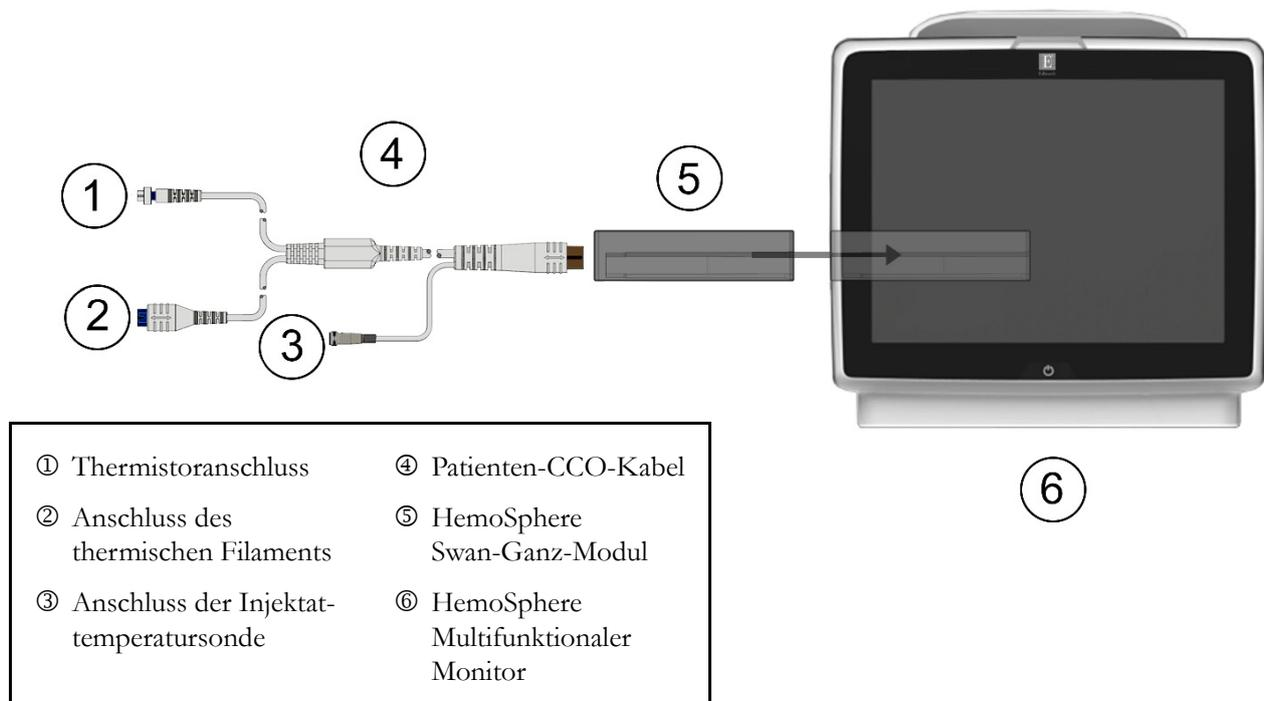

Abbildung 4-1 HemoSphere Swan-Ganz-Modul – Übersicht der Anschlüsse zur Überwachung
Eine Übersicht über die Anschlüsse zur Überwachung mit dem HemoSphere Swan-Ganz-Modul finden Sie in Abbildung 4-1.
- 10 Verbinden Sie den Thermistoranschluss ① und den Anschluss des thermischen Filaments ② des Swan-Ganz CCO-Katheters (Abbildung 4-1) mit dem Patienten-CCO-Kabel.
- 10 Verbinden Sie den Thermistoranschluss des Swan-Ganz-Katheters (①, Abbildung 4-1) mit dem Patienten-CCO-Kabel.
- 11 Schließen Sie die Injektattemperatursonde an den Anschluss für die Injektattemperatursonde ③ des Patienten-CCO-Kabels an. Der Injektatsondentyp (leitungsintegrierte Sonde oder Bad-Sonde) wird automatisch ermittelt.
- 10 Verbinden Sie den Thermistoranschluss ① und den Anschluss des thermischen Filaments ② des Swan-Ganz-Volumetriekatheters (Abbildung 4-1) mit dem Patienten-CCO-Kabel.